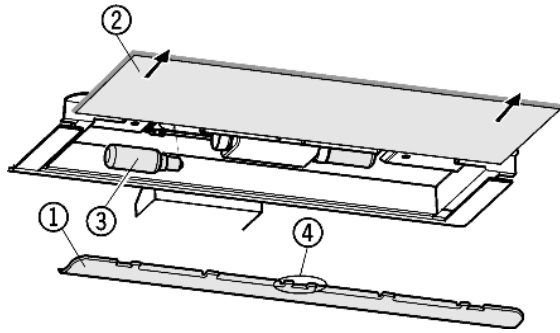

Fig. 16
- Togliere il pannello Fig. 16 (1): afferrare con il dito dietro il pannello e disinnestare.
- Estrarre la lastra di vetro Fig. 16 (2).
- Sostituzione della lampadina Fig. 16 (3).
- Reinfilare il pannello: inserire in posizione a destra e a sinistra e assicurarsi che il gancio Fig. 16 (4) serri la lastra di vetro.